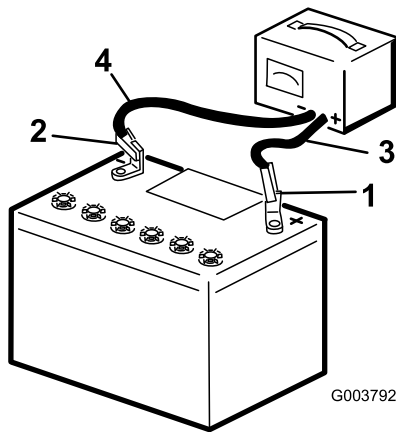

図 44
3. バッテリーのプラス端子にプラスケーブルを接続する 図 44。
4. バッテリーのマイナス端子にマイナスケーブルを接続する **図 44**。
6. 充電が終わったら、充電器のプラグをコンセントから抜いてから、充電用のリード線をバッテリー端子から外す **図 44**。